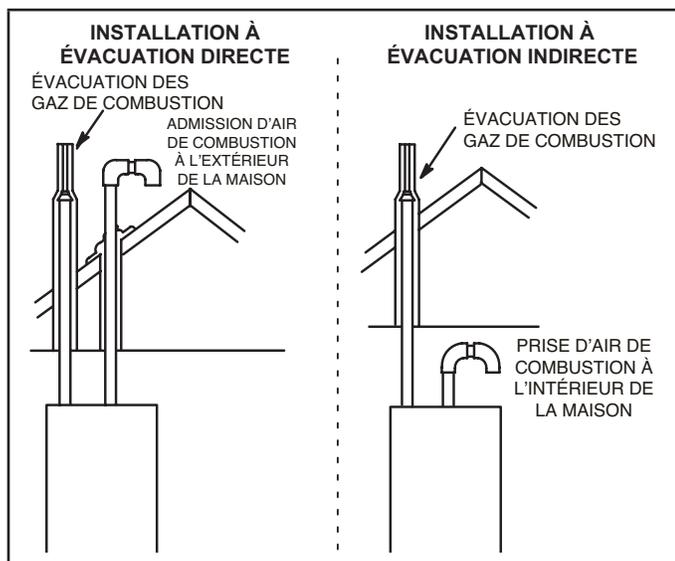
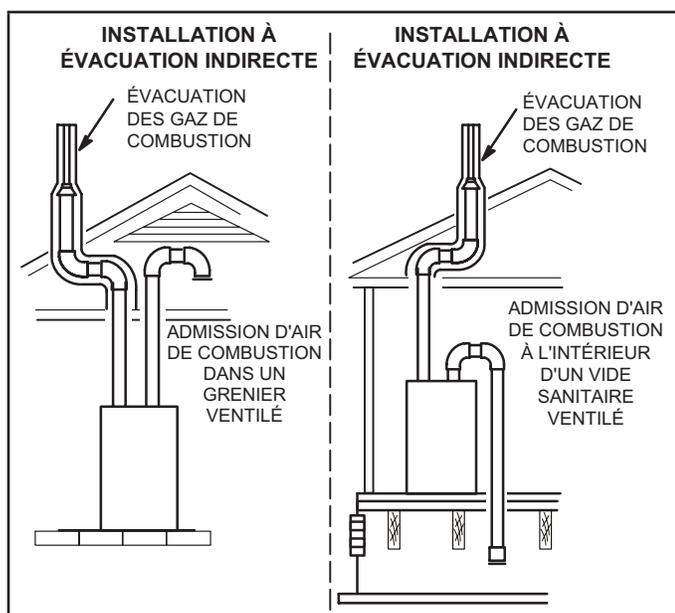

FIGURE 1
FIGURE 2
**REMARQUE** - En évacuation directe, l'air de combustion est prélevé à l'extérieur et les gaz de combustion sont évacués à l'extérieur. En évacuation indirecte, l'air de combustion est prélevé à l'intérieur, dans un grenier ventilé ou un vide sanitaire, et les gaz de combustion sont évacués à l'extérieur. Voir la « FIGURE 1 » et la « FIGURE 2 » pour les installations à terminaison sur toit.